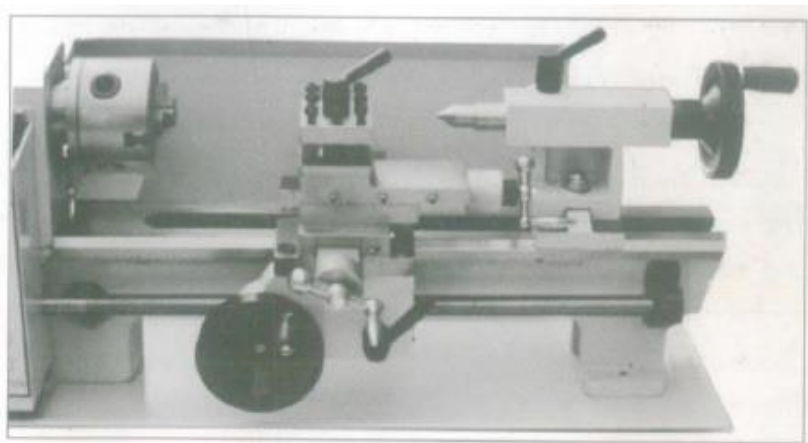

Рис.5 Настройка каретки, поперечного суппорта и верхнего суппорта
6. Проверьте надлежащую работу рычага верхнего суппорта и поперечной подачи. Если они слишком сильно или слабо затянуты, поверните регулировочные винты, расположенные с обеих сторон. (Рис.5)